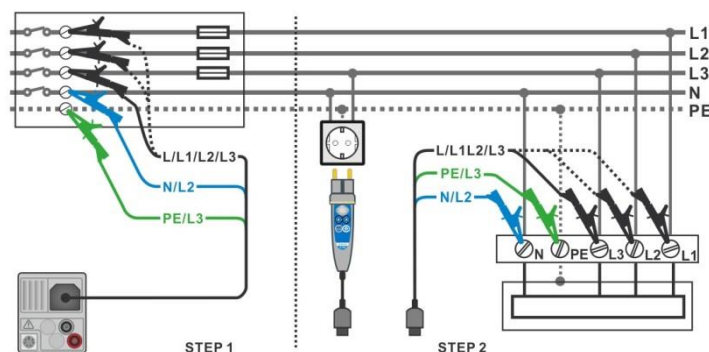

figura 7.36: Misura caduta di tensione - collegamento con puntale remote e puntale a 3 fili
- › Collegare i puntali all'origine dell' impianto elettrico, vedere **figura 7.36**.
- › Collegare puntali o puntale remoto nei punti testati, vedere **figura 7.36**.